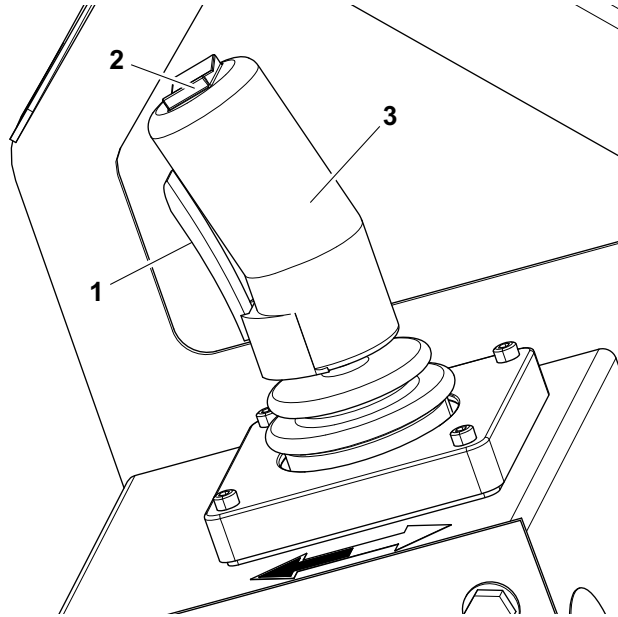

Figura 3-7. Componentes de Controle da Plataforma
(Item 2 - Figura 3-7.)
(Itens 1 e 3 - Figura 3-7.)
4. Mantenha pressionado o interruptor de gatilho e movimente o joystick para trás (subida da plataforma - sentido da seta branca) ou movimente o joystick para frente (descida da plataforma - sentido da seta preta) e segure até alcançar a elevação desejada. A função para de ser operada ao soltar o interruptor de gatilho ou mover o joystick de volta para a posição central. (Itens 1 e 3 - Figura 3-7.)